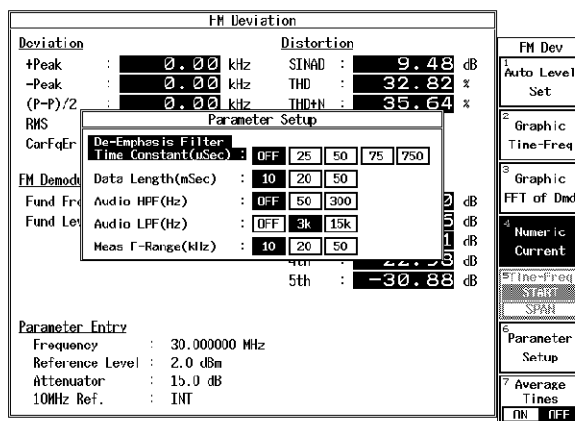

図 6-3 測定パラメータ表示
6. Transient モードのパラメータを図 6-3 のように設定し、DC CAL、AUTO LEVEL を実行します。